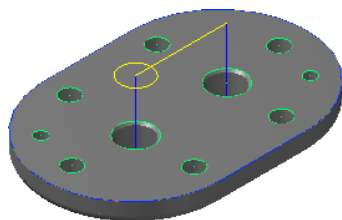

图 16.22 刀具路径
(2) 单击“2D 刀具路径 – 钻孔/全圆铣削 深孔钻-无啄孔”对话框中的 按钮，完成加工参数的设置，此时系统将自动生成图 16.22 所示的刀具路径。